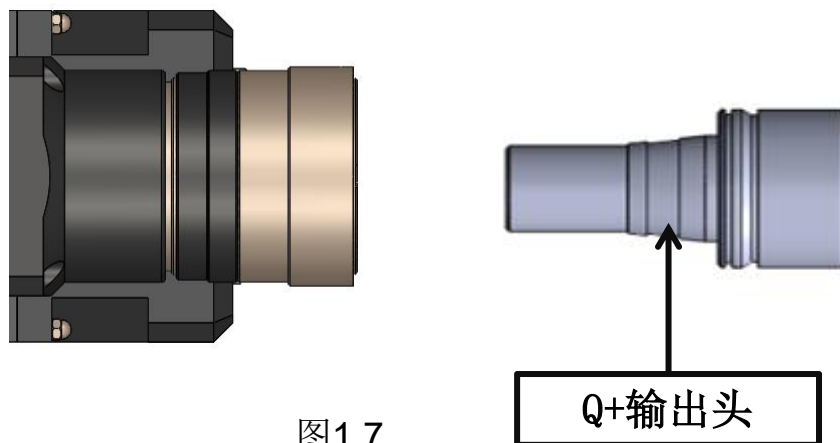

图1.7
① 信号线CAN总线连接
② 总线盒功能
① 将切割头水平放置,取下防尘盖,撕掉防尘贴; 如下图1.7所示。